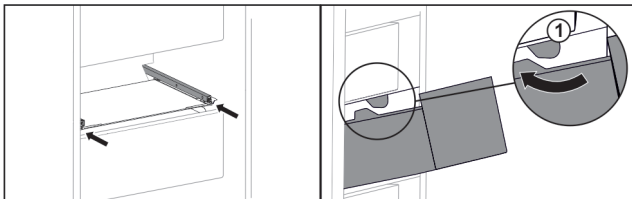

Fig. 115
- ▶ Обвести висувний ящик навколо стопора Fig. 115 (1).